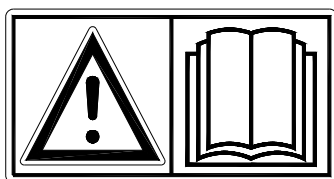

Fig. 1
**Lees en begrijp** (Fig. 1) de handleiding voordat u begint met het gebruiken van de Core Collector. Als de machine niet wordt gebruikt zoals in de handleiding beschreven kan er letselgevaar ontstaan en/of schade aan de Core Collector.